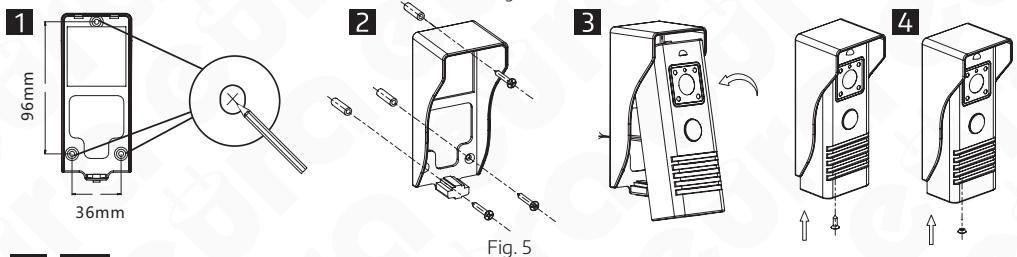

Fig. 5
2. Marquer sur le mur, à travers les 3 trous au fond de l'abri, les points d'installation des goupilles de montage (fig. 5, pos. 1)
3. Percer 3 trous de montage $\varnothing 5$ mm dans les endroits indiqués, ensuite y mettre 3 goupilles de montage (fig. 5, pos.2)
4. Fixer l'abri au mur avec 3 vis (fig. 5, pos.2)
5. Connecter 4 fils du moniteur à la cassette, mettre la cassette dans l'abri installé sur le mur (fig.5, pos. 3).
6. Visser la vis inférieure (fig. 5, pos. 4).